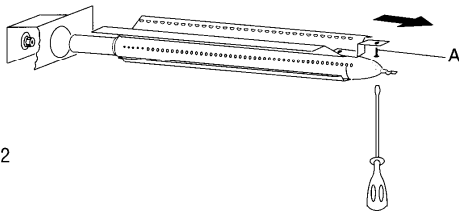

Fig. 12
- Desserrer la vis (A) (Fig. 12) d'immobilisation du brûleur.
- Dévisser seulement un peu la même vis de fixation A (Fig. 12).